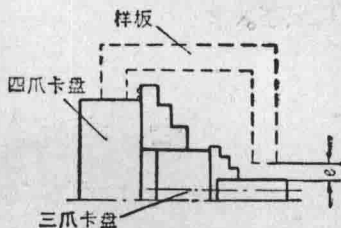

图20 用样板校正三爪卡盘的位置。
2. 用样板的一端貼在四爪卡盘一个卡爪后面的圓盘表面上(图 20)，这时样板右端和光滑軸表正好相距一个偏心距 e 。